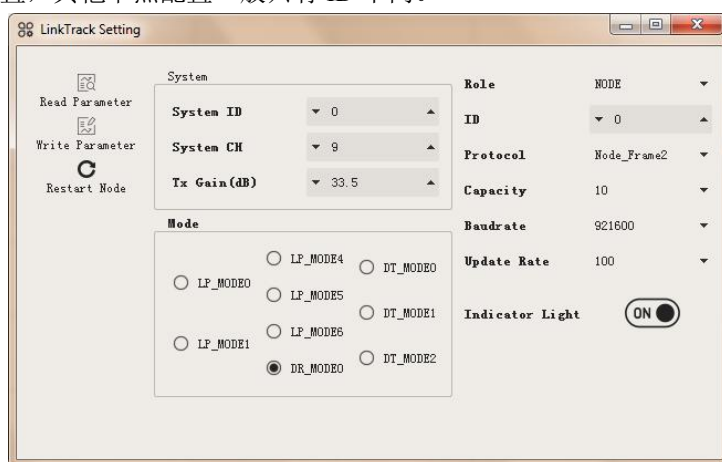

图 11: DR_MODE0 下 N0 配置图
1. **【配置系统】**准备 5 个 Node，通过 NAssistant 将 Node 配置为不同 ID，即 N0~N4。图 11 为 N0 的配置，其他节点配置一般只有 ID 不同。